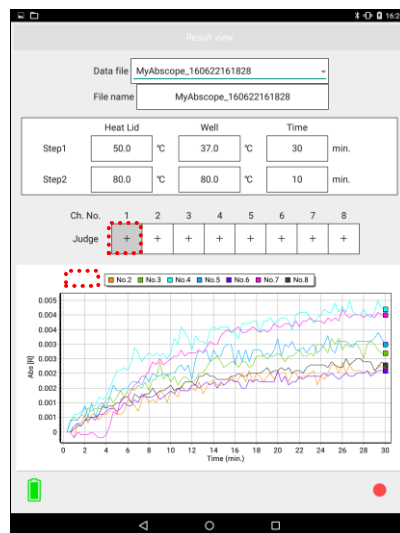

図 5-5：チャンネル毎グラフ表示切替画面
- (3) 図5-2②の判定結果表示欄をタップすると、図5-5のように選択したチャンネルのグラフが非表示になります。再度、判定結果表示欄をタップすると、グラフが表示されます。